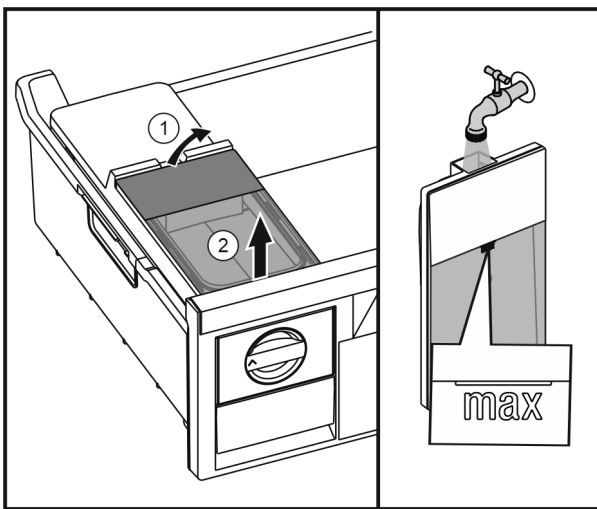

Fig. 28
- ▶ Підняти бак для води ззаду Fig. 28 (1) та вийняти вгору Fig. 28 (2).